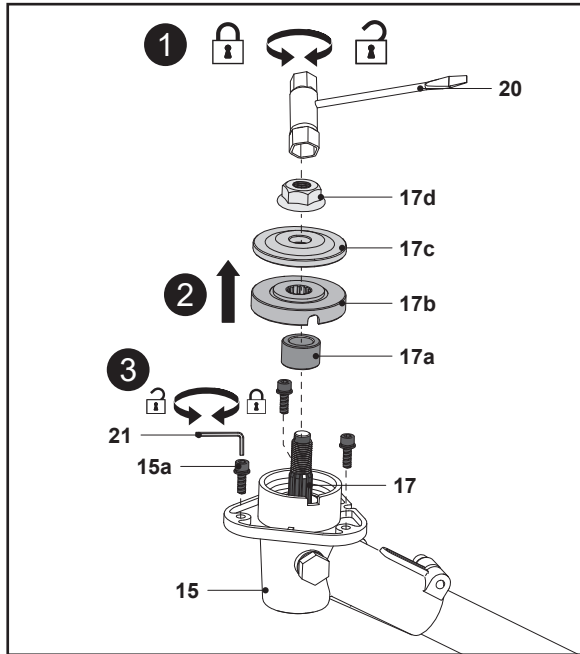

Fig. 3
1. Dévisser l'écrou (17d) dans le sens des aiguilles d'une montre à l'aide de la clé à douille fournie (20) (Fig. 3, étape 1).
2. Retirer la bride de blocage (17c), la bride d'appui (17b) et la bague intérieure (17a) de l'arbre (17) (Fig. 3, étape 2).
3. Retirer les trois boulons (15a) du renvoi d'angle (15) à l'aide de l'outil multifonction fourni (21) et les garder à portée de main (Fig. 3, étape 3).